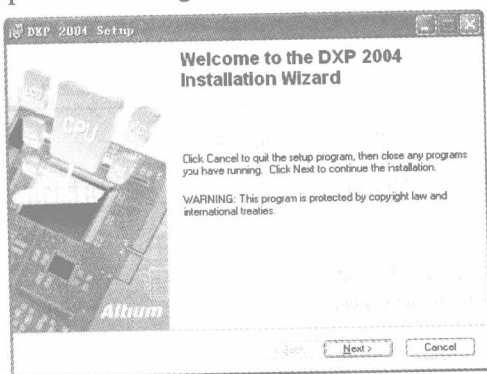

图 1-1 Protel 2004 安装向导窗口
(1) 在光盘驱动器中插入 Protel 2004 安装光盘, 运行 Windows 操作系统下的 Protel 2004 的“setup.exe”文件, 进入如图 1-1 所示的 Protel 2004 安装向导窗口。